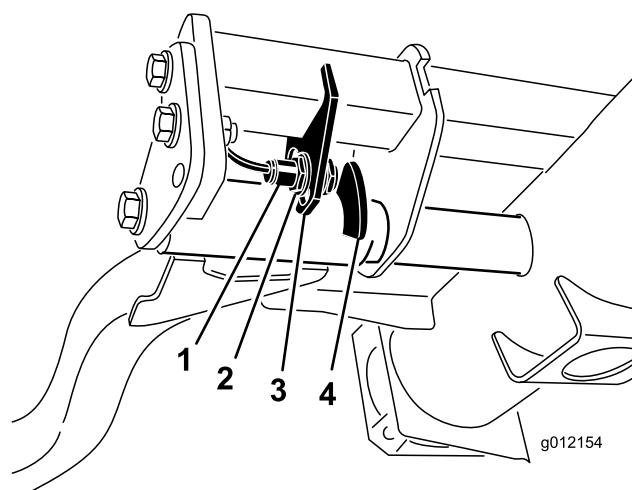

Figure 54
2. Le contacteur des bras de levage se trouve sous le réservoir hydraulique, derrière le bras de levage avant droit (Figure 54).
3. Desserrez les vis de fixation du contacteur (Figure 54) et abaissez le contacteur pour augmenter la hauteur du changement de direction des bras de levage ou élévez-le pour réduire la hauteur du changement de direction. Serrez les vis de fixation.